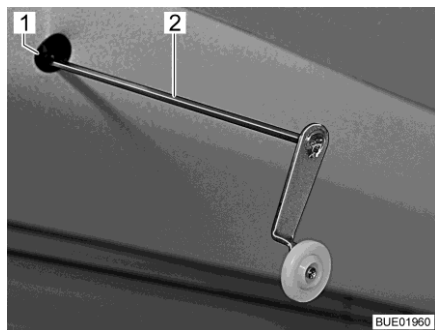

Fig. 146 Manovella per esercizio di emergenza
- Inserire nell'alloggiamento (Fig. 146,1) del motore la manovella (Fig. 146,2) a disposizione o una chiave esagonale. L'alloggiamento si trova nell'incavo del diaframma in alto a sinistra sul letto basculante.